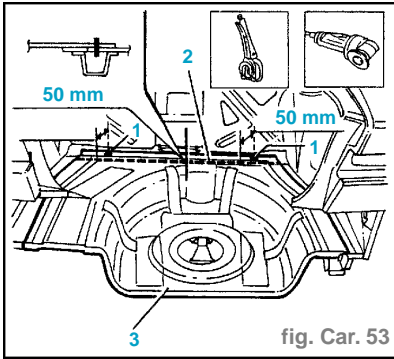

fig. Car. 53
- Utiliser comme points de repère les trous mis en évidence dans l'illustration et respecter les cotes indiquées (1) (fig. Car. 53).